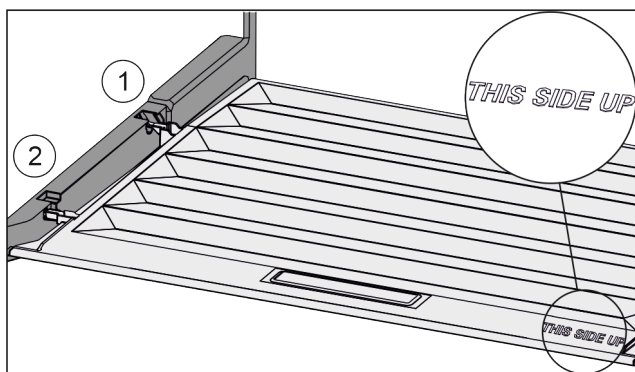

Fig. 76
- Skyv inn dekseltrinn via åpningen til bakre holder Fig. 76 (1) og klikk dem på plass i fremre holder Fig. 76 (2).